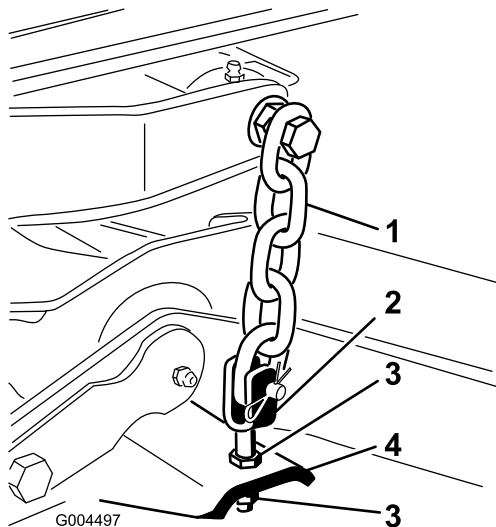

Figure 75
7. Ajustez les écrous de blocage qui fixent les chapes/chaînes au plateau de coupe arrière pour élever l'arrière du plateau de coupe de sorte à obtenir une inclinaison de la lame de 8 mm (Figure 75).